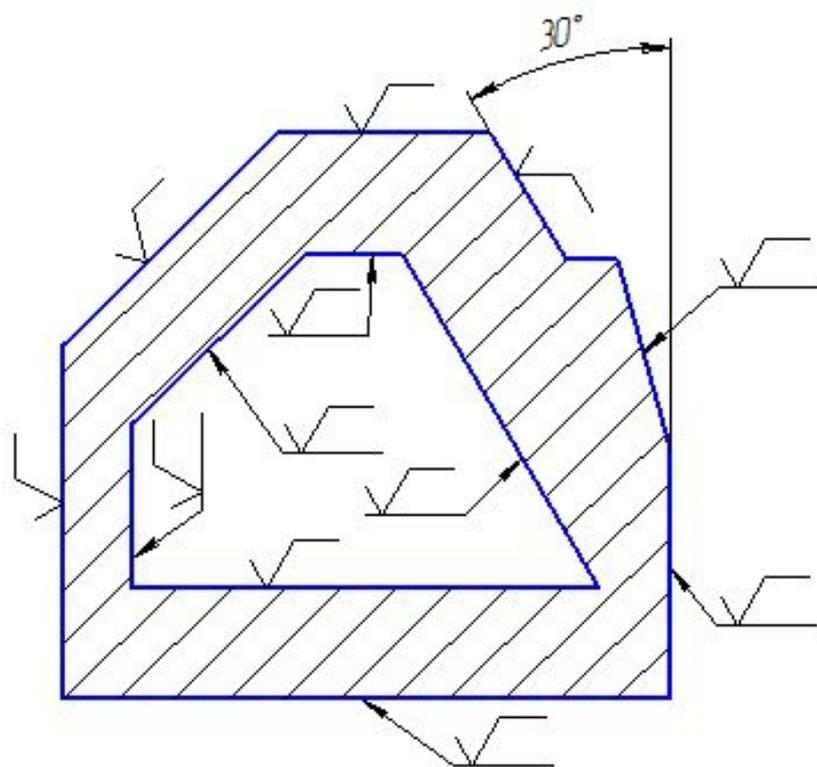

рис. 1
4. Знаки, имеющие полку, должны располагаться относительно основной надписи чертежа так, как указано на рис.1, а знаки без полки (без указания параметра и способа обработки) располагают как на рис.2. При расположении поверхности в заштрихованной зоне обозначение наносят только на полке линии-выноски.